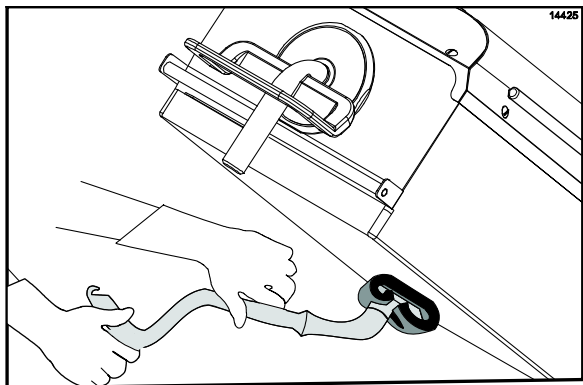

Figure 50
17. Appliquer le nettoyant pour gril aux surfaces des plaques en commençant par la plaque de droite et en terminant par la plaque de gauche (Cf. Figure 50).